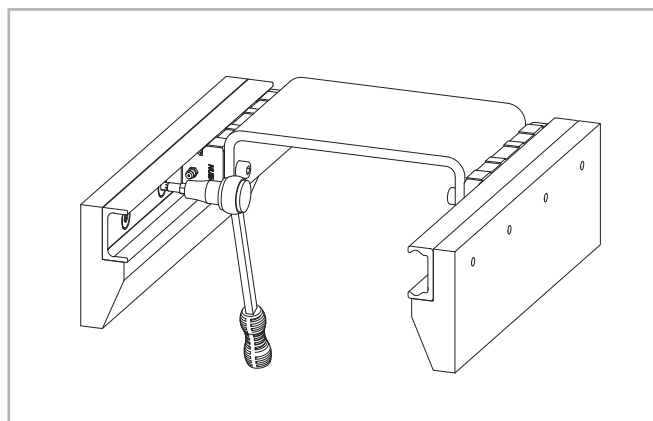

Fig. 113
(2) Instalar la guía libre de compensación y apretar sólo ligeramente los tornillos de anclaje.
(3) Introducir los cursores en las guías e instalar el elemento a mover sin apretar sus tornillos.
(4) Introducir el elemento en el centro de las guías y apretarlas con el par de aprieto correcto (véase pág. CR-59, tab. 42).
(5) Apretar los tornillos de anclaje centrales con el par especificado (véase Fig. 113).
(6) Mover el elemento hacia uno de los extremos de la guía e iniciar el apriete del resto de los tornillos en la dirección hacia afuera del cursor.
Si se requieren guías largas, pueden unirse dos o más guías para obtener la longitud deseada. Al unir las guías, asegurarse de que las marcas de registro ilustradas en la Fig. 113 estén posicionadas correctamente.